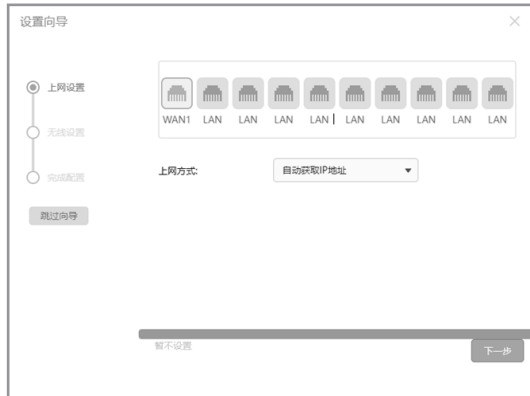

图4-4 上网方式--动态IP
2) 如果上网方式为自动获取IP地址,即可以从网络服务商处获取IP地址,不需要填写任何内容,如图4-4所示。